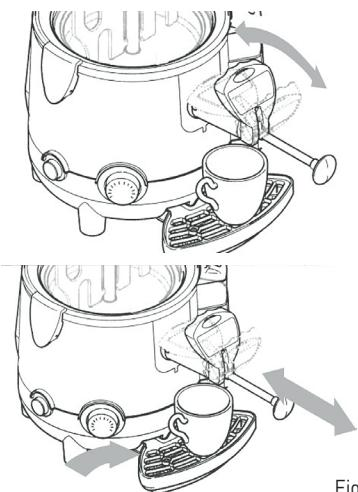

Fig. 1
- Jeśli gorąca czekolada nalewana jest zbyt wolno, zaleca się maksymalnie wychylić dźwignię; aby usunąć zatory w dozowniku, należy kilkakrotnie pociągnąć i popchnąć dźwigłę do siebie i od siebie, bez wyłączania urządzenia (patrz: Rys. 1).